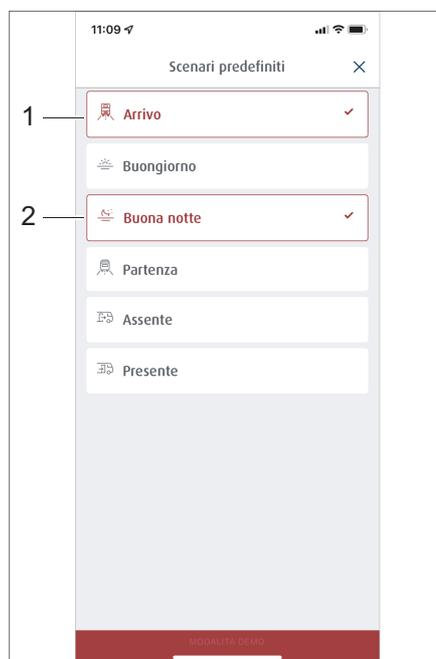
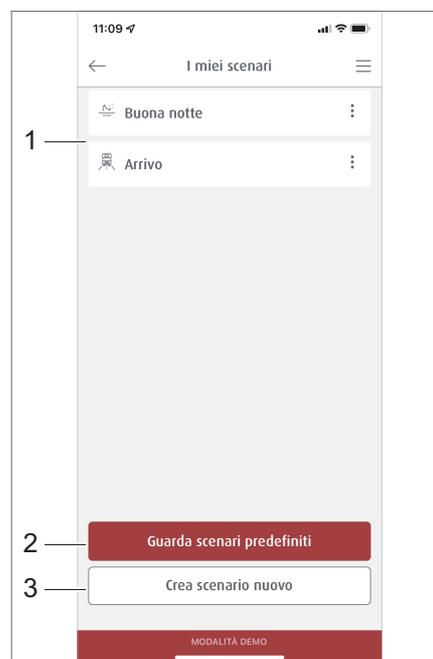

Fig. 281 Selezione di scenari precostituiti
Fig. 282 Gestione degli scenari
**Scenari** Nell'area *Scenari* sono riportati tutti gli scenari memorizzati (Fig. 282,1). Scenari precostituiti (Fig. 282,2) possono essere visualizzati oppure essere creati ex novo (Fig. 282,3).
- Digitare nel menu *Scenari* il pulsante *Visualizzare scenari precostituiti* (Fig. 282,2). Viene visualizzata una lista con scenari precostituiti.
- Digitare il pulsante degli scenari desiderati, ad esempio *Arrivo* (Fig. 281,1) e *Buona notte* (Fig. 281,2). I pulsanti degli scenari selezionati sono ora bordati di rosso e vengono acquisiti nella lista del menu *I miei scenari* (Fig. 282,1).